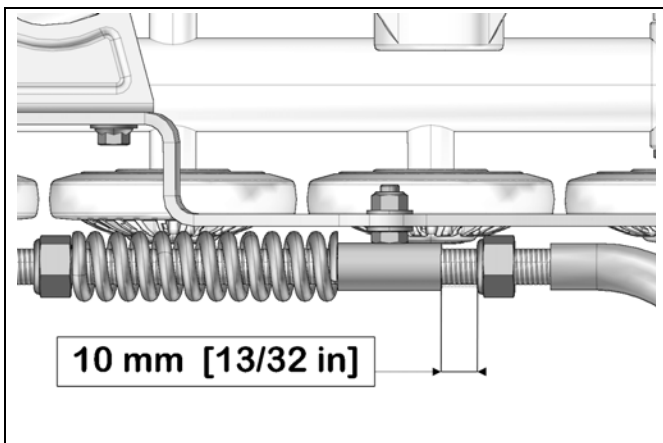

Abbildung 13
- **WICHTIG:** Überprüfen Sie nochmals den 10 mm Mindestabstand zwischen Mutter und der Stabilisierungsarmführung. Bei Bedarf nachstellen. Siehe Abbildung 13.